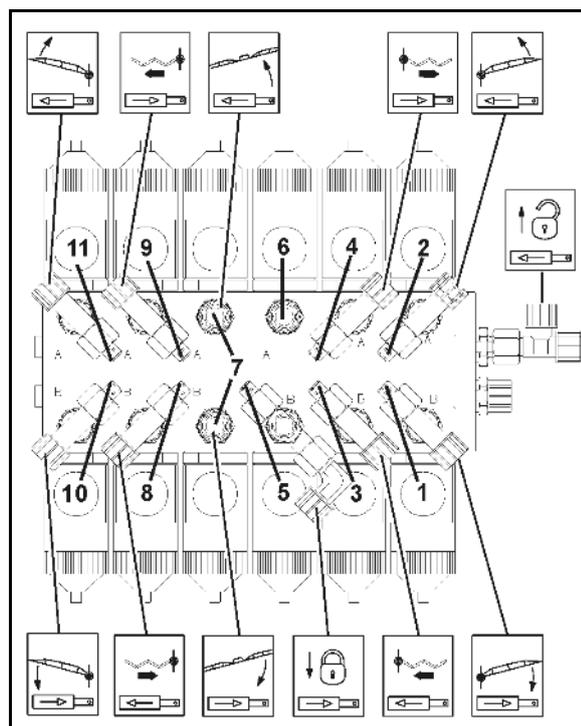

Fig. 199
1. Svitare la calotta (Fig. 199/1) dal tetto della cabina.